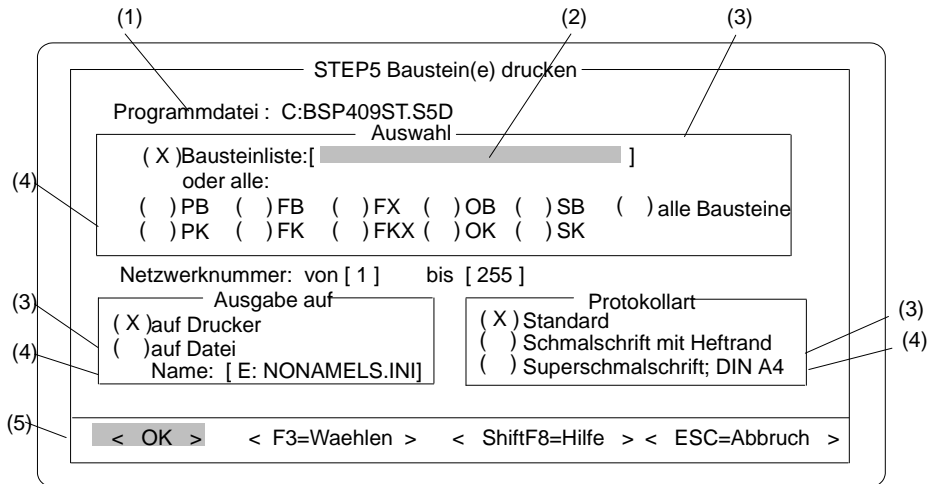
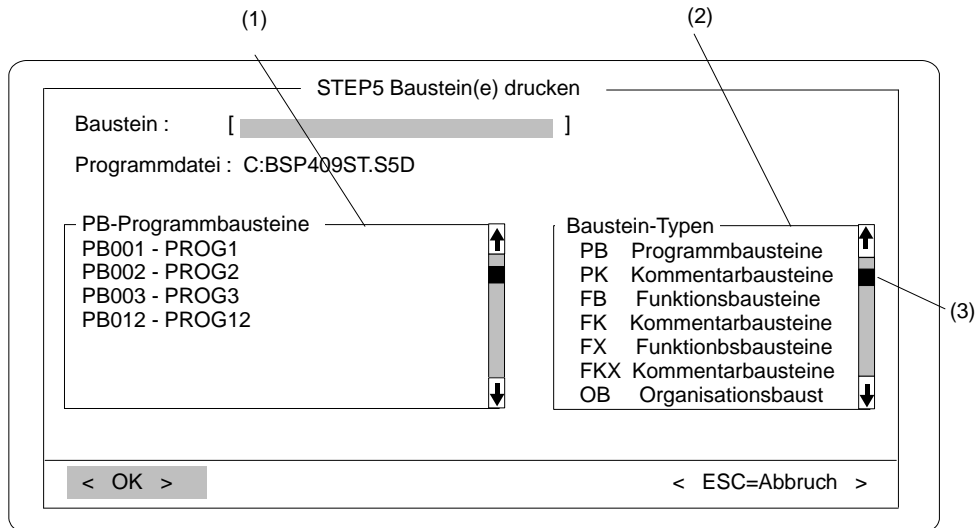
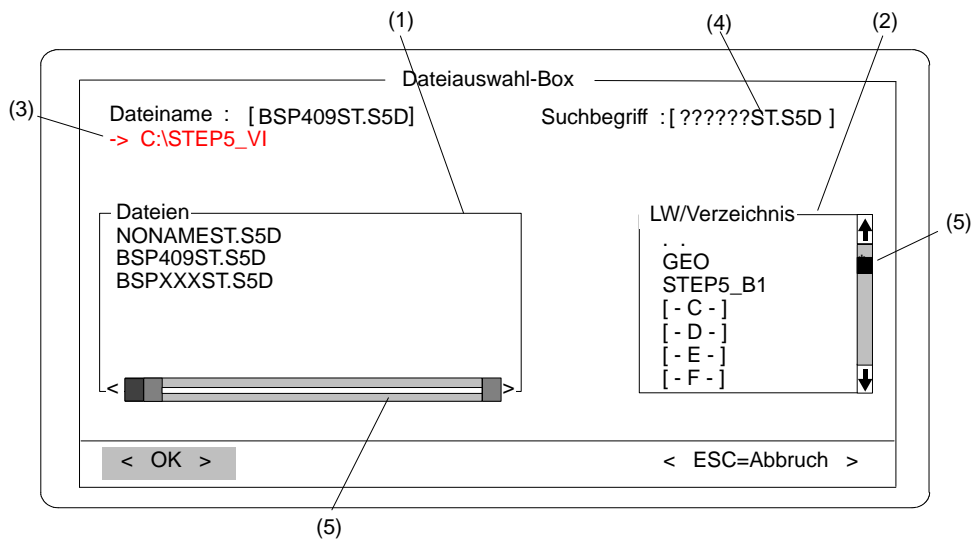

Bild 3-5 Beispiel einer Auftragsbox
Bild 3-6 Beispiel für eine Baustein-Auswahlbox
Bild 3-7 Beispiel für eine Datei-Auswahlbox
Wenn eine angewählte Funktion einer weiteren Spezifizierung bedarf (im Menü durch „..“ gekennzeichnet), öffnet STEP 5 eine Auftragsbox (*Bild 3-5*). Diese Box wird unter Umständen in den einzelnen Funktionen angepaßt und hat danach zusätzliche oder weniger Eingabefelder. In diese Eingabefelder geben Sie Namen oder Parameter zur Spezifizierung Ihrer Aufgabe oder Ihres Auftrags ein. Angebotene Objekte und Optionen werden durch Ankreuzen ausgewählt.
- Auftragsboxen wie im Bild 3-5 gezeigt. Nur aus diesen heraus kann die zugehörige Funktion aktiviert werden.
- Baustein-Auswahlboxen wie im Bild 3-6 gezeigt.
- Datei-Auswahlboxen wie im Bild 3-7 gezeigt.
Auftragsbox	Dieser Boxytyp (Bild 3-5) wird immer dann angezeigt, wenn Sie eine Funktion aus einem Funktionsmenü aktivieren wollen.
Anwahl Eingabefelder	Felder in der Auftragsbox und Tastenfunktionen (Anhang A.4, Tastenbelegung), die für die Führung des Cursors in der Auftragsbox (Bild 3-5) relevant sind. <p>(2) Wahlfeld</p> <p>Auswahlboxen für Bausteine oder Dateien werden durch Drücken der F3-Taste angezeigt. Diese Felder sind farbig unterlegt oder invers dargestellt.</p>
(3) Umrandete Felder
Steht der Cursor in einem Bezeichnungs-(Namens-)Feld (*Bild 3-5*) und drücken Sie die **F3**-Taste, wird eine Baustein- oder Dateiauswahlbox angezeigt. In diesen Boxen (*Bild 3-6/ Bild 3-7*) wählen Sie ein Objekt für die Bearbeitung direkt aus.